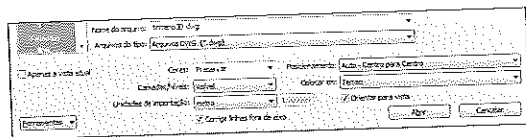

Figura A.10 – Seleção do arquivo do AutoCAD®.
- Selecione **Arquitetura > Inserir > Vínculo de CAD**. Na janela que se abre, escolha os parâmetros, como mostra a Figura A.10, e clique em **Abrir**.